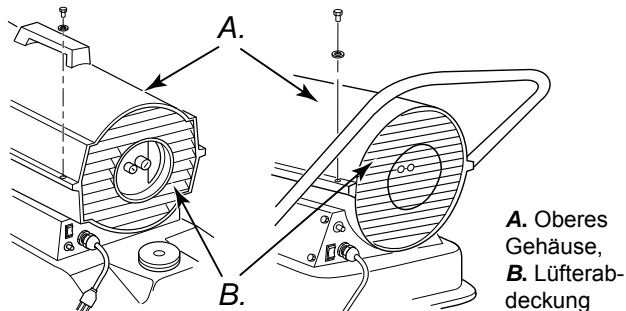

Abbildung 7-8 – Entfernen des oberen Gehäuses.
1. Das obere Gehäuse entfernen (siehe Abb. 7-8).
1. Oberes Gehäuse entfernen (siehe Abb. 7-8).